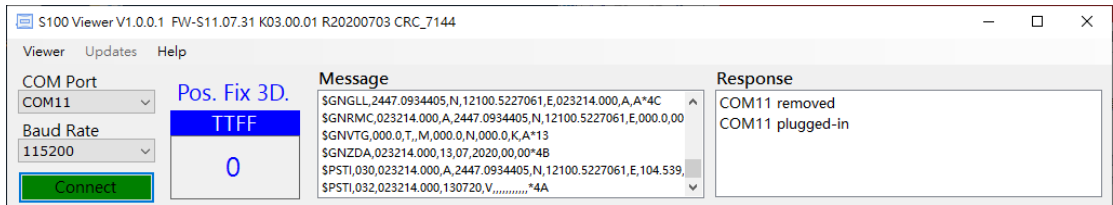

Figura 3-4
5. En una PC, instale y abra Visor S100. En S100 Viewer, aparecerá un cuadro de diálogo para el puerto COM y la velocidad en baudios. Haga clic en "Conectar". Consulte la Figura 3-4.